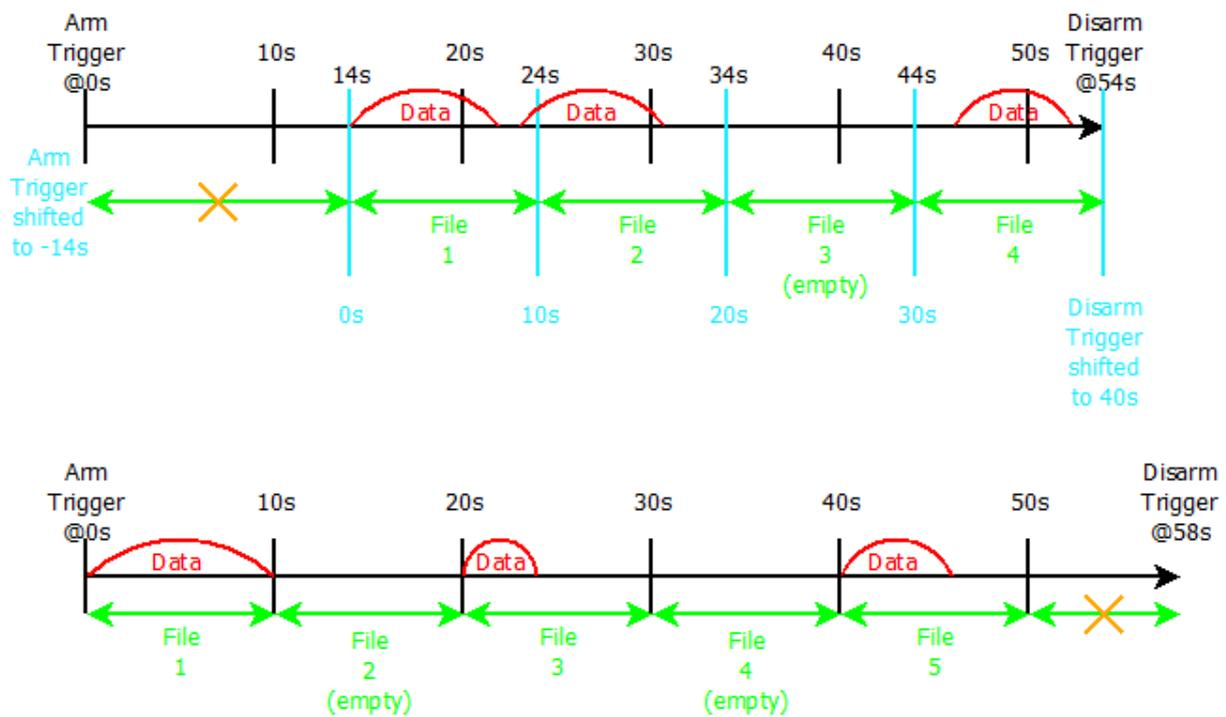

Abb. 5.6: Spezialfall 1 für die Multi-File Aufzeichnung; Aufteilungsdauer: 10s
Wenn es eine bestimmte Zeit dauert nach der Trigger-Aktivierung und dem ersten auftretenden Ereignis, wird die Zeit zwischen der Trigger-Aktivierung und dem ersten auftretenden Ereignis zurückgewiesen und die ,0'-Position wird zur Trigger-Aktivierungsposition zum ersten auftretenden Ereignis verschoben. Somit beginnt die erste Messdatei nicht mit der Trigger-Aktivierungsposition, sondern an der Position des ersten auftretenden Ereignisses. Die folgende Abbildung Abb. 5.6 zeigt diesen Fall:
- Keine Datenaufzeichnung zwischen zwei Aufzeichnungs-Ereignissen: Wenn die Zeit zwischen zwei auftretenden Aufzeichnungs-Ereignissen länger ist als die angegebene Aufteilungszeit, wird eine leere Datei erstellt (siehe *File 3* in *Abb. 5.6*).